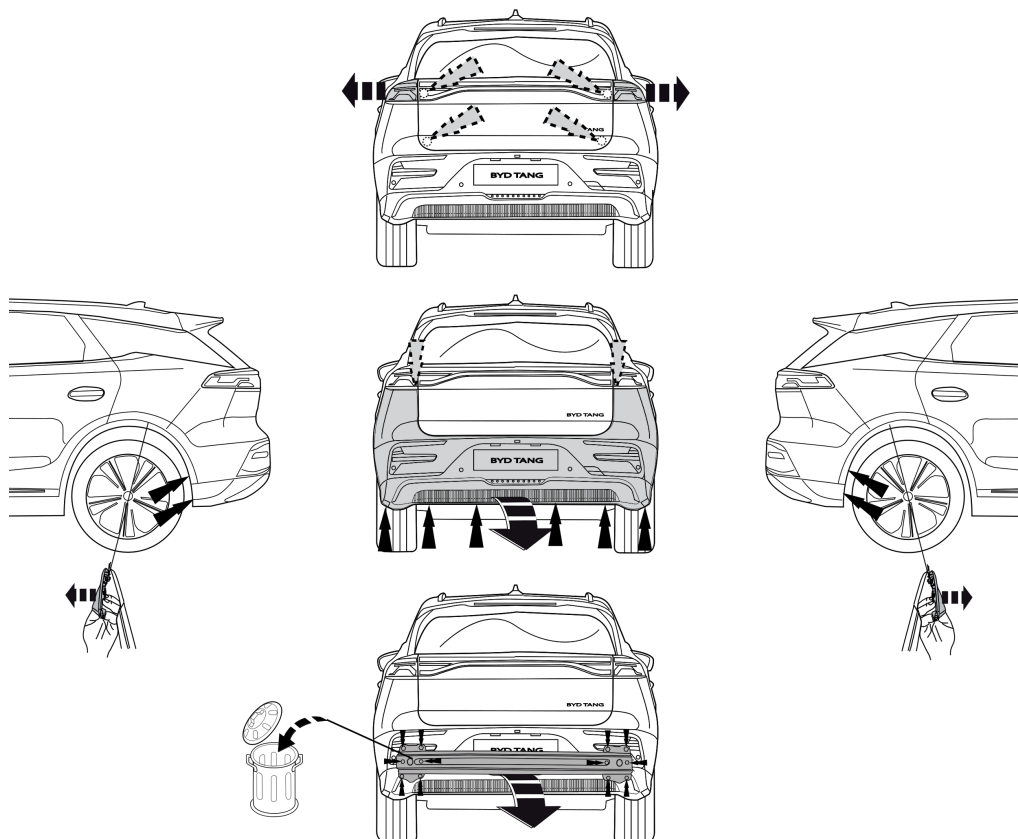

Fig. 1
1. Die Rücklichter abmontieren. Die Stoßstange einschließlich den Stoßbalkens vom Fahrzeug abmontieren. Der Stoßbalken wird nicht mehr benötigt. Siehe Abbildung 1.
1. Снять оба блока задних фар. Снять бампер вместе со буферным брусом автомобиля. Буферный брус больше не понадобится. См. рисунок 1.